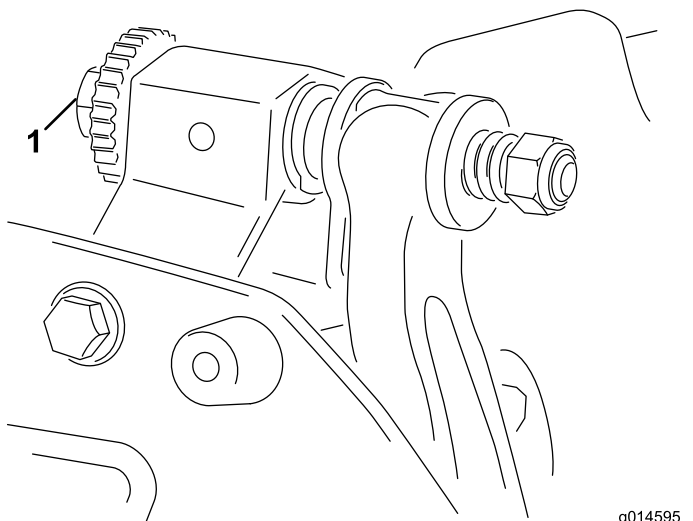

图 8
- A. 顺时针旋转底刀架调节螺丝图 8 一次调整一格直到感觉并听到轻微的接触。
6. 向右转动底刀架调节螺丝 图 8 通过左右滑动薄垫片直至感到薄垫片上存在轻微的压力。取出薄垫片。